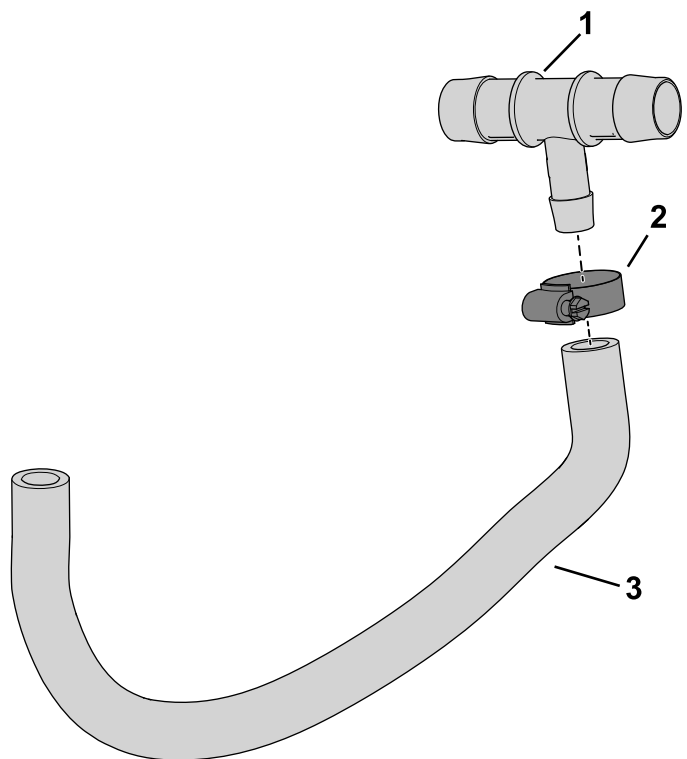

Figura 12
1. Deslize a braçadeira de tubos por cima do tubo (Figura 12).
2. Insira a extremidade estriada da união em T no tubo e prenda-a com a braçadeira de tubos como se mostra na Figura 12.